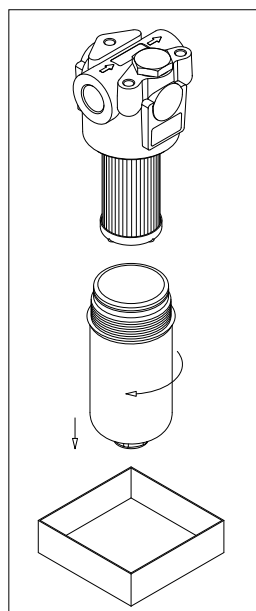

fig. 4
- (Fig. 4) Se non è presente un tappo di drenaggio, svitare il contenitore predisponendo un recipiente per la raccolta del fluido di lavoro